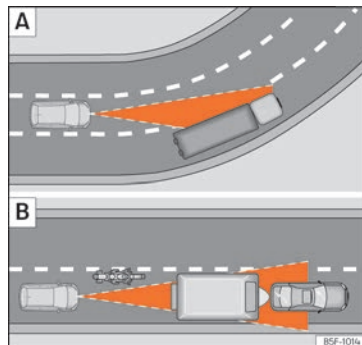

Fig. 171 [A] Veículo numa curva. [B] Motociclo que circula à frente, fora do raio de alcance do sensor de radar.
O ACC poderia não detetar em curva o veículo precedente ou poderia regular a distância com veículos que se encontram noutras faixas » **Fig. 171 [A].**
- Veículos que circulem desalinhados ou fora da zona de deteção do sensor, por exemplo, motociclos » **Fig. 171 [B].**